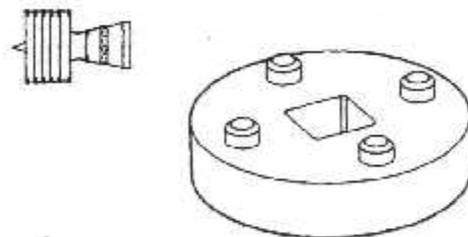
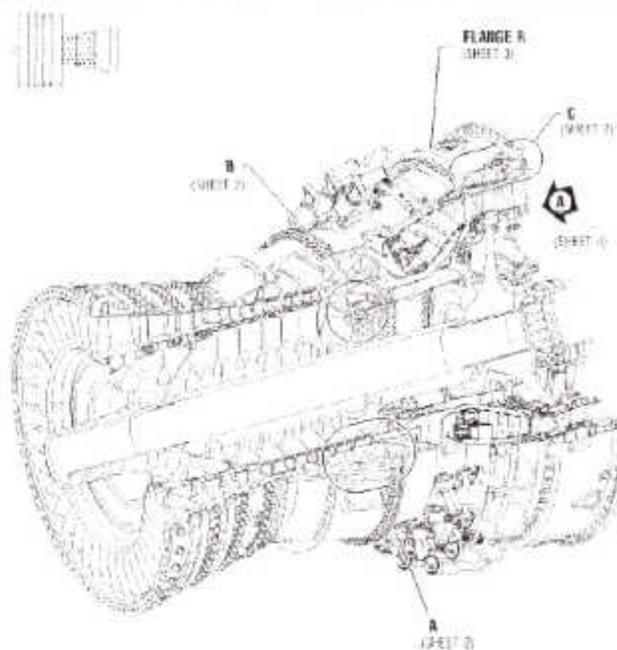

Fig. III.86 : L'Outil de Torsion, 856A1433G02.
Fig. III. 87 : Enlèvement de la bague du stator HPT.
t. On dépose l'ensemble tuyauterie d'air (fig. III. 87)
- On installe l'outil de Torsion, 856A1433G02, (fig.III. 86) dans la bague/douille du stator HPT. (fig. III. 87, 88).
4. On installe le Dispositif de l'**Installation/Enlèvement, 856A1490G04**, sur l'ensemble de la HPT et le premier étage stator de la LPT comme suit. fig. III.86.